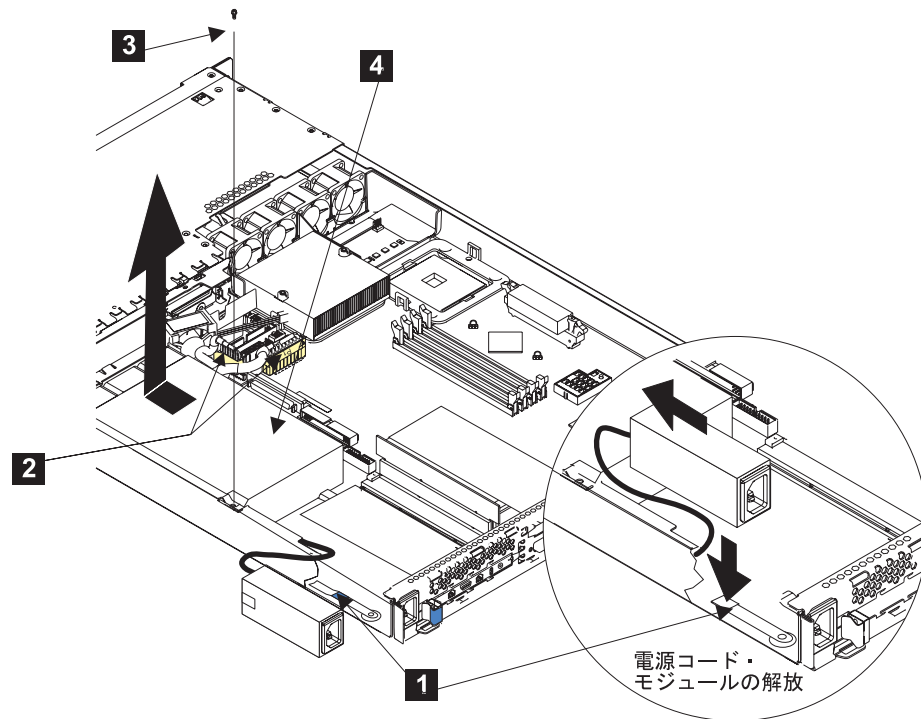

図 106. SAN ボリューム・コントローラー 2145-4F2 電源装置の交換
- 電源装置 **4** を SAN ボリューム・コントローラー 2145-4F2 内にスライドします。373 ページの図 106 を参照してください。